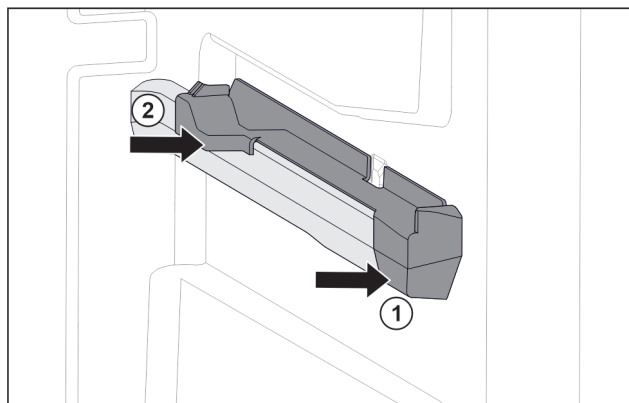

Fig. 104 Natični nastavek na desnemu nastavku za posodo
- ▶ Natični nastavek spredaj namestite na nastavek za posodo. Fig. 104 (1)
- ▶ Pritisnite natični nastavek zadaj. Fig. 104 (2)